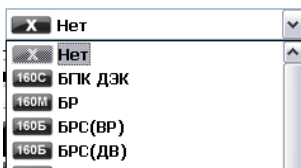
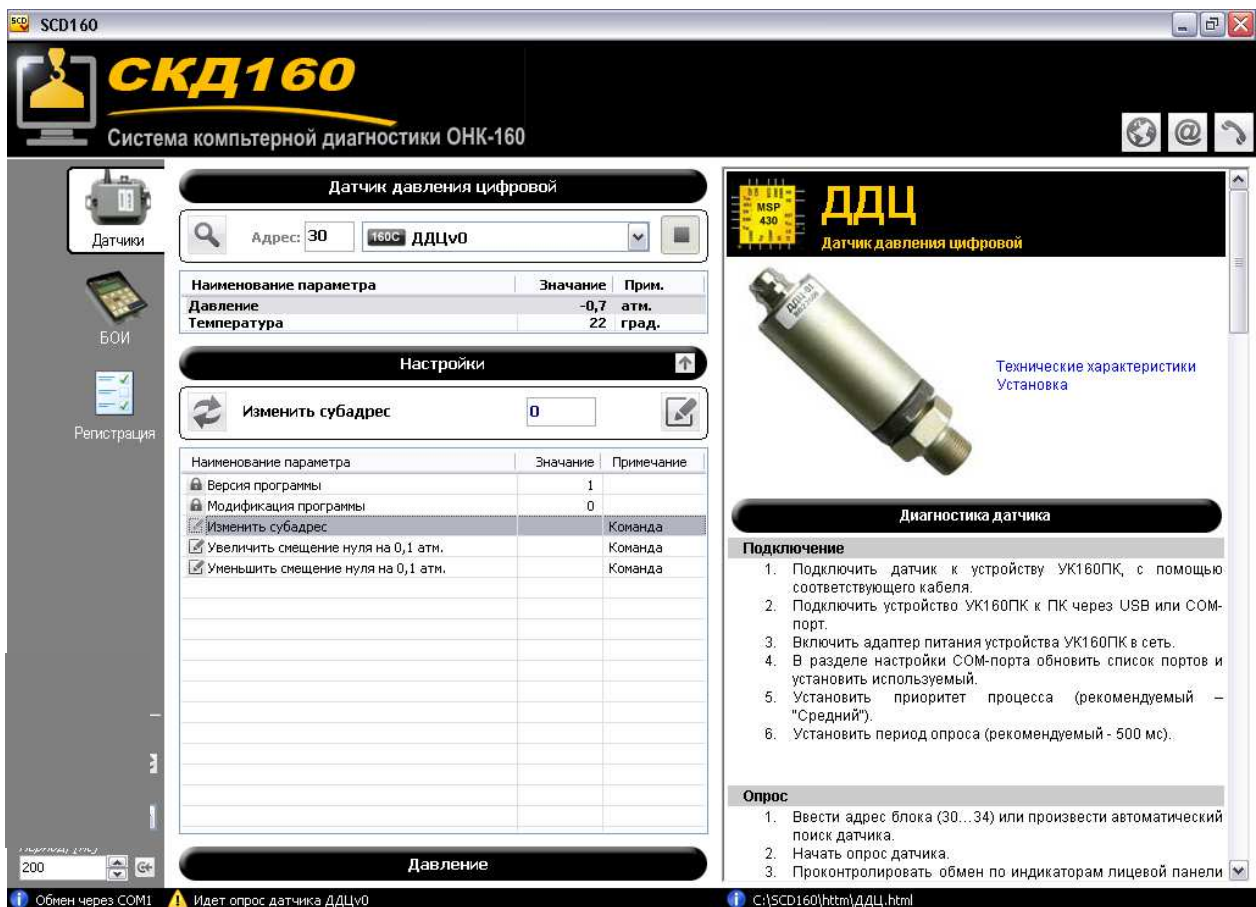

Рисунок 4. Контроль рабочих параметров датчика
Рисунок 5. Контроль и редактирование настроечных параметров датчика.
Последовательность проведения диагностики для каждого типа датчиков индивидуальна и описана в интерактивной справке, которая выводится в правой части окна программы (Рисунок 4, Рисунок 5) при выборе типа датчика.
– показать панель «Настройки» (Рисунок 5);
10. Показать таблицу «Настройки» (Рисунок 5).